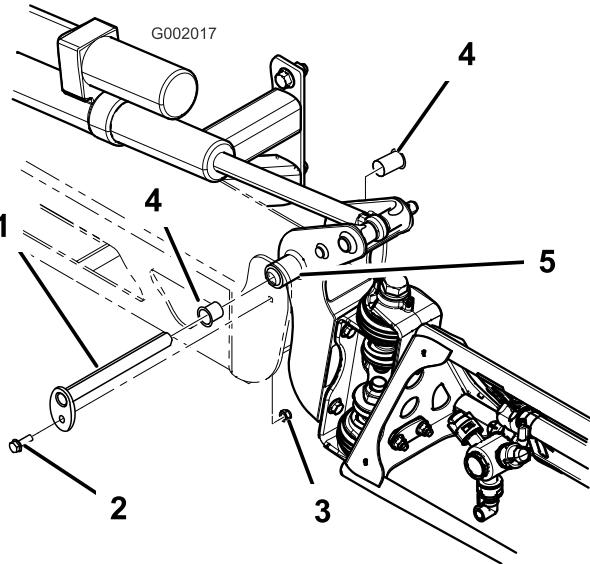

Bild 71
- Wenn das Gewicht des Spritzgestänges abgestützt ist, nehmen Sie die Schraube und die Mutter ab, mit denen der Schwenkstift am Spritzgestänge befestigt ist (Bild 71). Nehmen Sie den Schwenkstift ab.
- Nehmen Sie die Nylonbüchsen vorne und hinten an der Schwenkhalterung ab und prüfen Sie sie (Bild 71). Ersetzen Sie beschädigte Büchsen.
- Montieren Sie das Spritzgestänge und die Schwenkhalterung im mittleren Rahmen und richten Sie die Öffnungen aus (Bild 71).